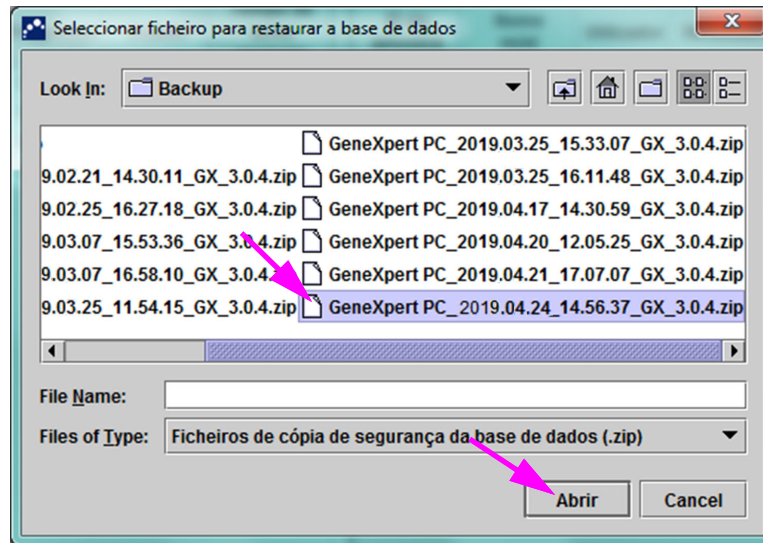

Figura 5-80. Ecrã Seleccionar ficheiro para restaurar a base de dados, com nome de ficheiro
Clique em **Cancelar** para não criar a cópia de segurança da base de dados e avançar directamente para o ecrã Seleccionar ficheiro para restaurar a base de dados (consulte a figura 5-80).
6. Clique em **OK**. É apresentado o ecrã Seleccionar ficheiro para restaurar a base de dados. Consulte a figura 5-80.